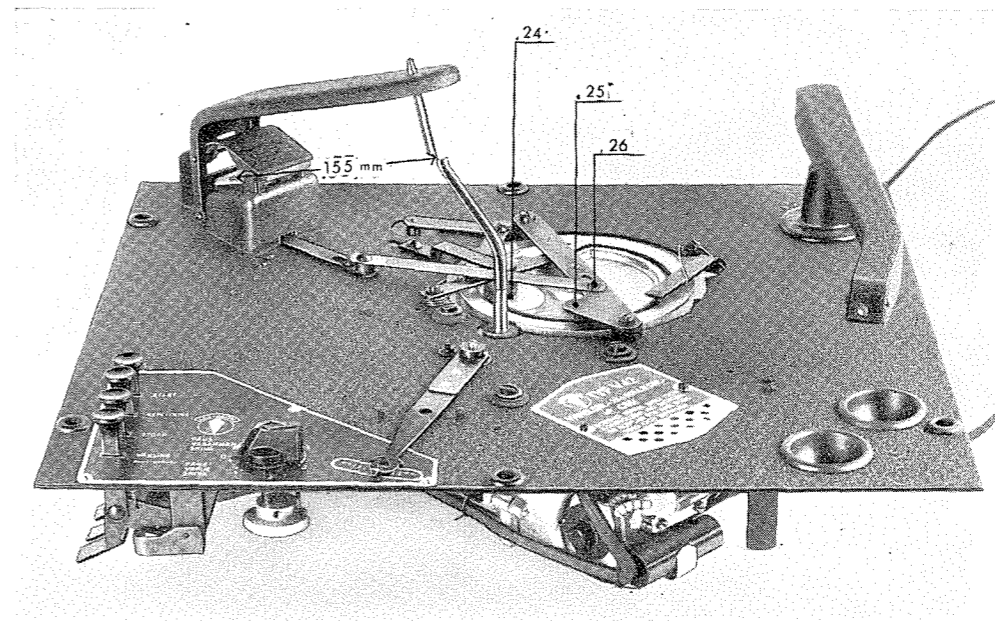

Fig. 2
15. Svajning. Fig. 2.
16. Nedmatningsmekanismen. Fig. 2.